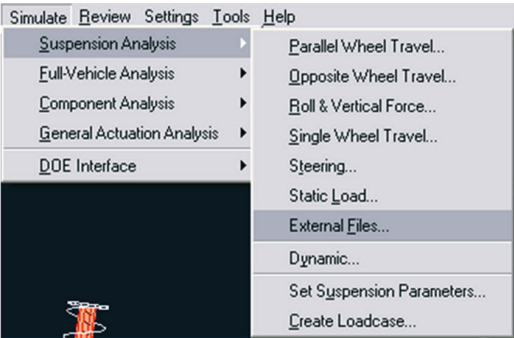

Figura 4.155 – Definindo a análise.
- Acesse o menu *Simulate* → *Suspension Analysis* → *External Files* (Figura 4.155).